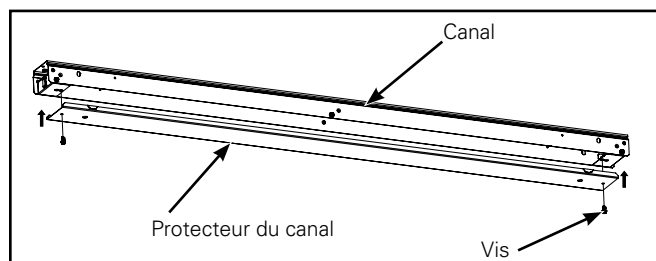

Figure 23.
5. Câblez le luminaire selon les normes et installez le protecteur du canal sur le canal avec les vis fournies. (Figure 23.)